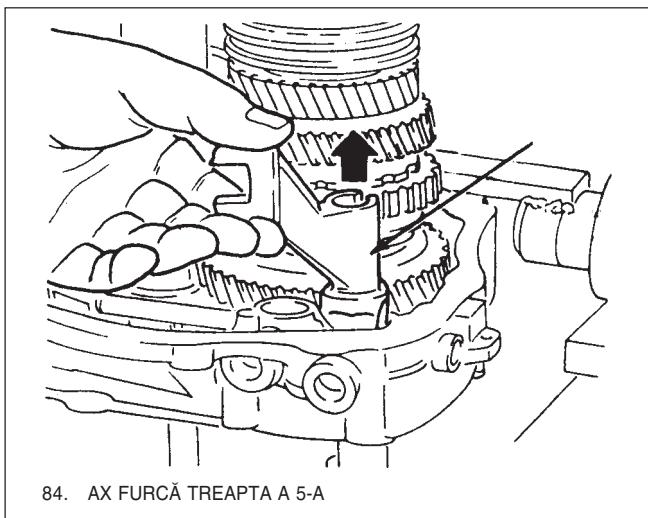
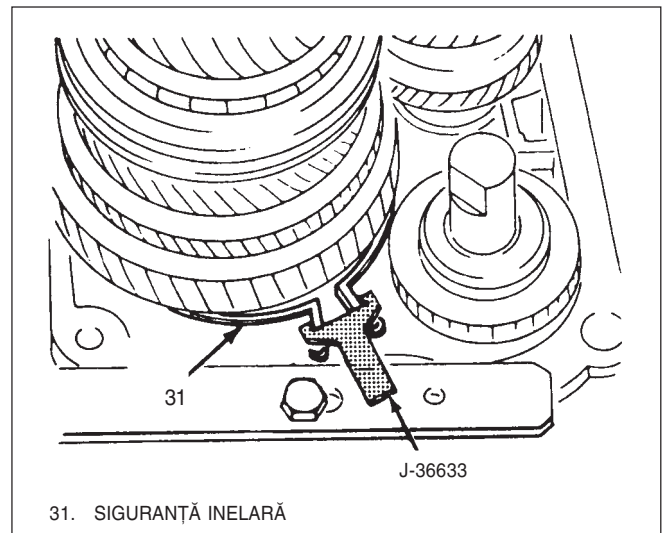
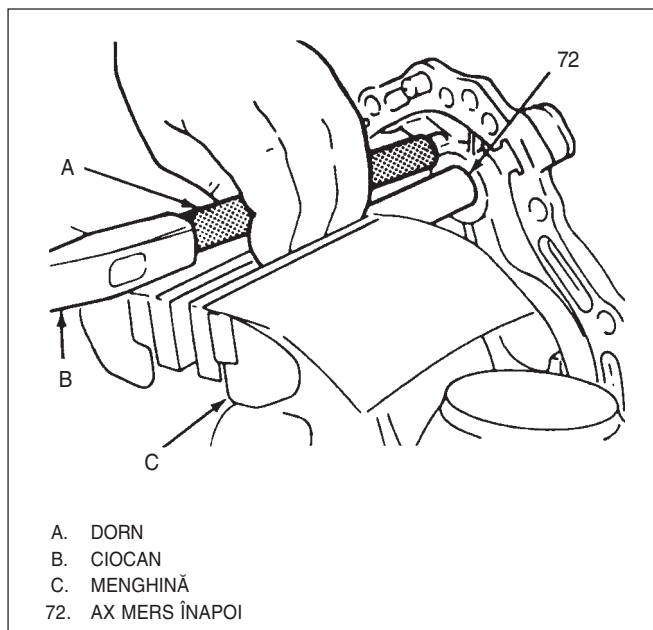
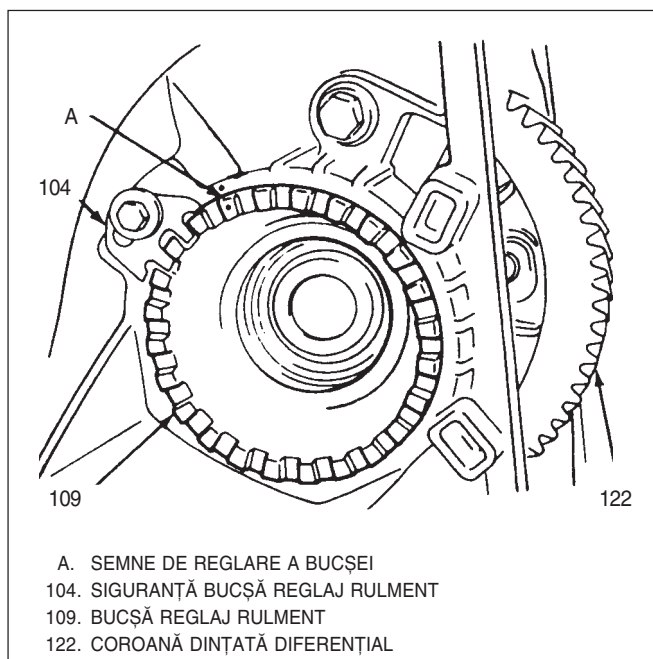

Fig. 18 Ax furcă treapta a 5-a
Fig. 21 Strângere siguranță inelară
Fig. 30 Demontare ax de mers înapoi
Fig. 32 Marcare bucșă reglaj rulment
- 18) Se scoate din placa portlagăre axul furcii treptei a 5-a, Fig 18.
- 19) Siguranțe inelare de fixare a arborelui primar(70) și a celui secundar(83) de placa portlagăre(36).
- Imobilizînd arborele secundar, se comprimă siguranța inelară(31) și se montează KM-443A pentru a o ține strînsă.
- Siguranța inelară(69) de pe arborele primar(70), Fig 21.
- 20) Se scoate tija de interblocare(40) din placa portlagăre(36).
- 22) Se strînge arborele de mers înapoi(72) între fălcile unei menghine(protejîndu-l), Fig 30.
- Se bate cu grijă placa portlagăre(36) cu un ciocan de cauciuc pentru a separa arborele de placă.
- 23) Se demontează cele cinci șuruburi de fixare a bucșei rulmentului diferențial dreapta(126) de carcasă.
- Șuruburi(113) și capac(112).
- Se marchează bucșa de reglare a rulmentului(109) și carcasa (vezi Fig 32).
- Șurub(106) și siguranță(104).